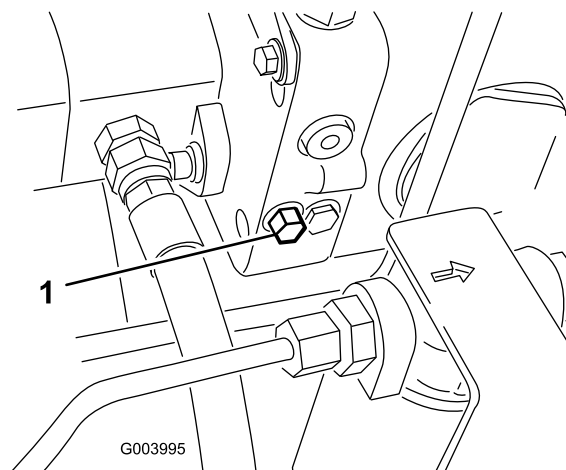

Рисунок 24
1. Перепускной клапан расположен с левой стороны гидростата (Рисунок 24). Чтобы открыть клапан и обеспечить внутренний перепуск масла, поверните болт на 1,5 оборота. Поскольку производится перепуск жидкости, машину можно медленно двигать без повреждения трансмиссии.